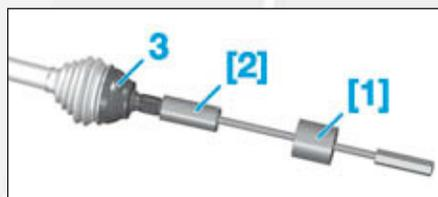

FIG.10
• Déposer le bol (3) à l'aide des outils [1] et [2] (Fig.10).